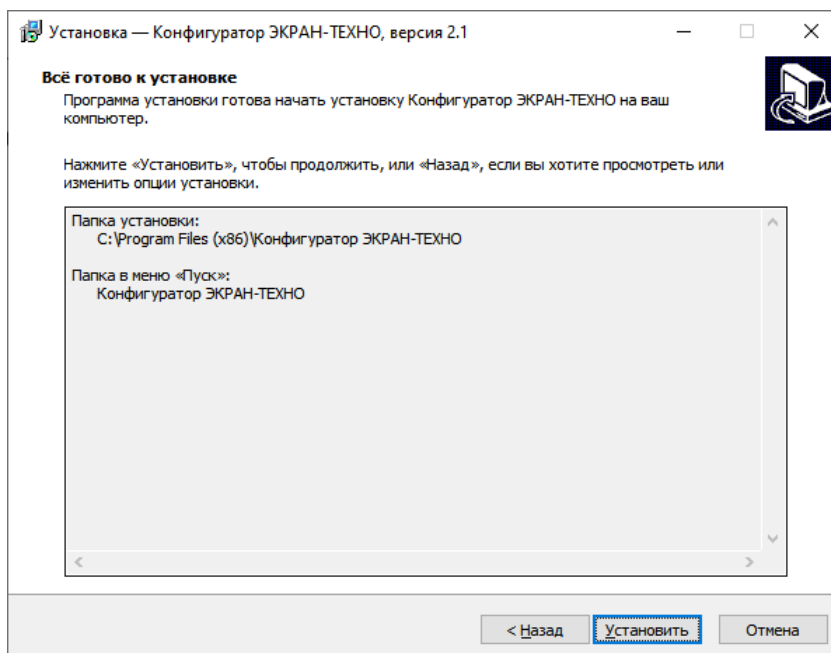

Рисунок 3.5 – Окно «Все готово к установке»
4) В окне «Все готово к установке» (рисунок 3.5) необходимо еще раз проверить путь для установки программы и наименование создаваемой папки в меню «Пуск» и нажать кнопку «Установить».